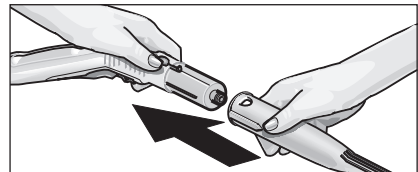

Abb. 2: Aufstecken von Zubehör auf die Dampfpistole
- Verbinden Sie das gewünschte Zubehörteil (D1, E1, F1) mit der Dampfpistole (C1). Stecken Sie dazu das rohrförmige Ende des Zubehörteiles auf die Dampfpistole (C1). Schieben Sie das Zubehörteil dann soweit auf die Dampfpistole, bis die Entriegelungstaste (C2) der Dampfpistole einrastet (siehe Abb. 2).